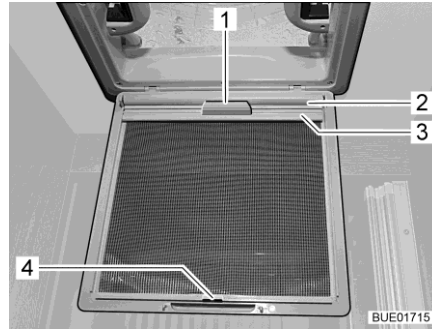

Bild 27 Mörläggningssrullgardin (taklucka)
- Drag ut mörläggningssrullgardinen (Bild 27,2) med handtaget (Bild 27,1) och haka i fästlisten (Bild 27,3) i kroken (Bild 27,4) på insektsskyddet.
- Lossa fästlisten (Bild 27,3) från kroken (Bild 27,4) och dra långsamt tillbaka mörläggningssrullgardinen (Bild 27,2) med handtaget (Bild 27,1).